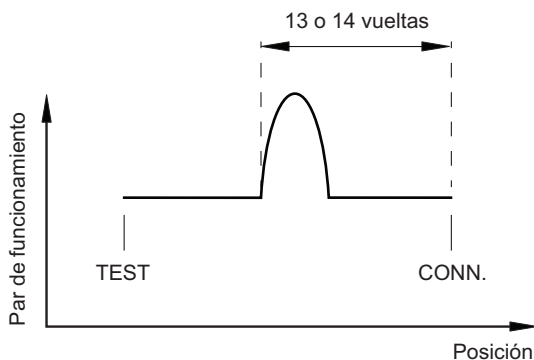

Fig. 31 Par de funcionamiento de la manivela
- Cuando los contactos principales comiencen a conectarse, la fuerza necesaria para girar la manivela aumenta, como se indica en la Fig. 31. Esto no significa que haya mal funcionamiento. Continúe girando la manivela. El giro de la manivela más de 13 o 14 vueltas mueve el cuerpo del interruptor a la posición CONN.; en esa posición, la manivela no se puede girar, con su máximo par de funcionamiento.